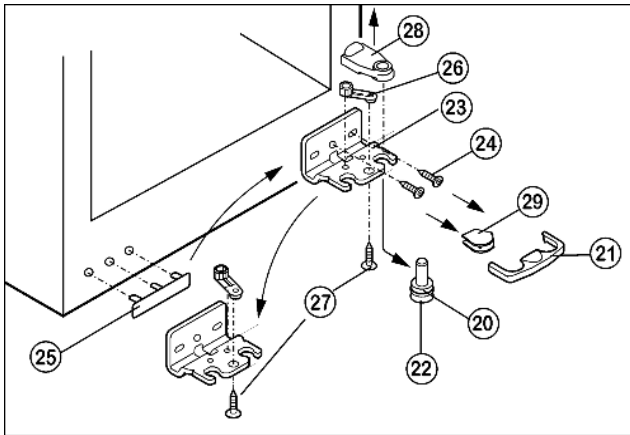

Fig. 6
- ▶ Нижнюю крышку Fig. 6 (21) снимите движением вперед.
- ▶ Нижнюю крышку Fig. 6 (29) снимите.\*
- ▶ Снимите крышку Fig. 6 (28) вверх.\*
- ▶ Полностью вверните регулируемую опору Fig. 6 (22).
- ▶ Вытяните опорный палец Fig. 6 (22) вниз и вперед. При этом следите за гнездом шарнира Fig. 6 (20).
- ▶ Открутите опорный кронштейн Fig. 6 (23) (2 шт. Torx 25) Fig. 6 (24).
- ▶ Открутите опорную деталь Fig. 6 (26) (1 Torx 25) Fig. 6 (27) и, переставив в отверстие на противоположной стороне опорного кронштейна, снова прикрутите.
- ▶ Осторожно приподнимите и переставьте крышку Fig. 6 (25) со стороны ручки.
- ▶ Снова прикрутите опорный кронштейн Fig. 6 (23) на новой стороне шарнира, при необходимости с помощью аккумуляторного шуруповерта через внешний продольный паз и круглое отверстие.
- ▶ Снова слегка наклоните устройство назад и переставьте опорный палец Fig. 6 (22).
- ▶ Установите нижнюю дверцу сверху на нижний опорный палец Fig. 6 (22).
- ▶ При необходимости выровняйте дверцы через два продольных паза в нижнем опорном кронштейне Fig. 6 (23) и среднем опорном кронштейне Fig. 5 (13) параллельно корпусу устройства, затем затяните винты.
- ▶ Снова защелкните крышку Fig. 6 (21) на опорной подставке снизу.